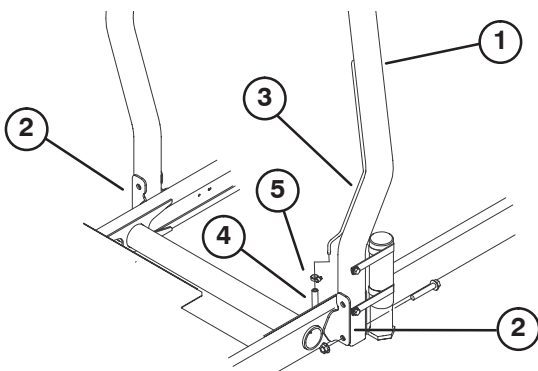

Figure 7
2. Fixez chaque côté de l'arceau de sécurité aux supports de montage avec (2) vis à collerette et contre-écrous (Fig. 7). Serrez les fixations à 81 Nm.